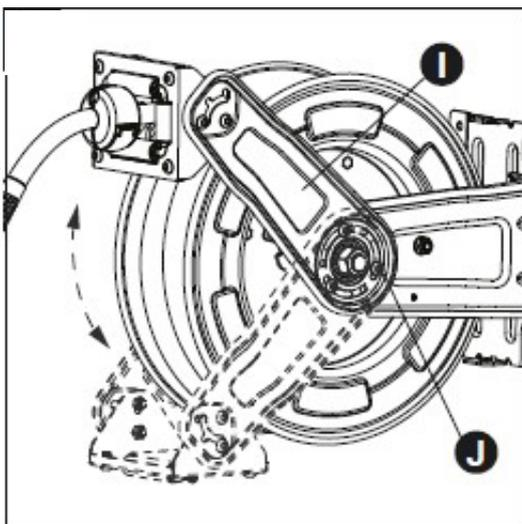

Abb.4-2: Montage
Der Halter (Pos. I, Abb. 4-2) kann auf eine Position eingestellt werden, in der der Schlauchaufroller optimal funktioniert.
Lösen Sie drei Schrauben (Pos. J, Abb. 4-2) auf jeder Seite mit einem 5/16 (5mm) Innensechskantschlüssel, drehen Sie den Halter (I) in die gewünschte Position und ziehen Sie die drei Schrauben (Pos. J, Abb. 4-2) auf jeder Seite wieder fest an.